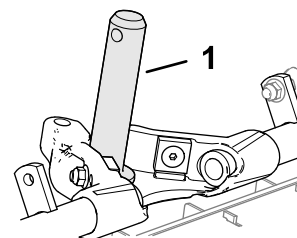

Рисунок 14
2. Нанесите чистую консистентную смазку на ось несущей рамы (Рисунок 14).